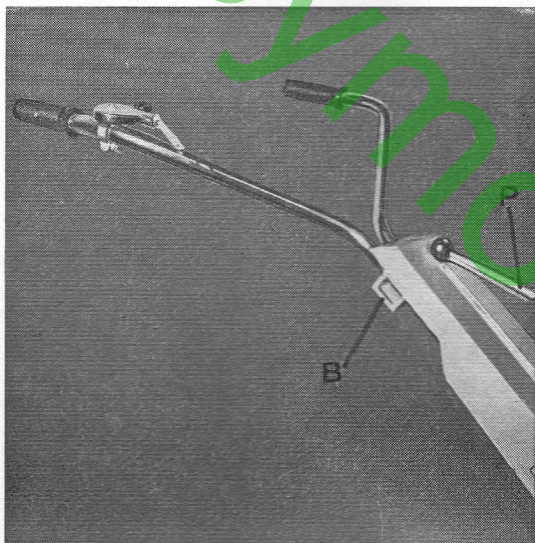

Fig. 4
- Monter la manette des gaz (fig. 4)